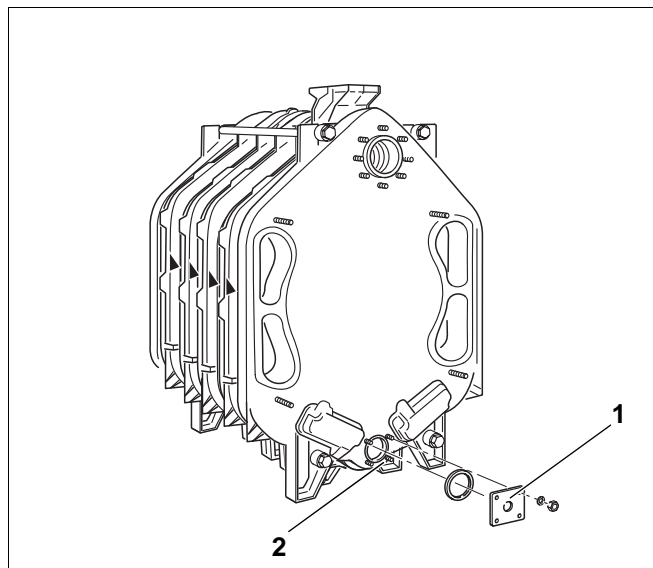

Рис. 22
- Установить сзади на нижнюю с тупицу котла (рис. 22, **поз. 2**) фланец (размер 130 мм) для патрубков наполнения и слива (рис. 22, **поз. 1**) с резьбовым отверстием 3/4".
- В случае негерметичности одного из ниппельных соединений необходимо спустить воду через наполнительный и сливной кран (рис. 22, поз. 1).